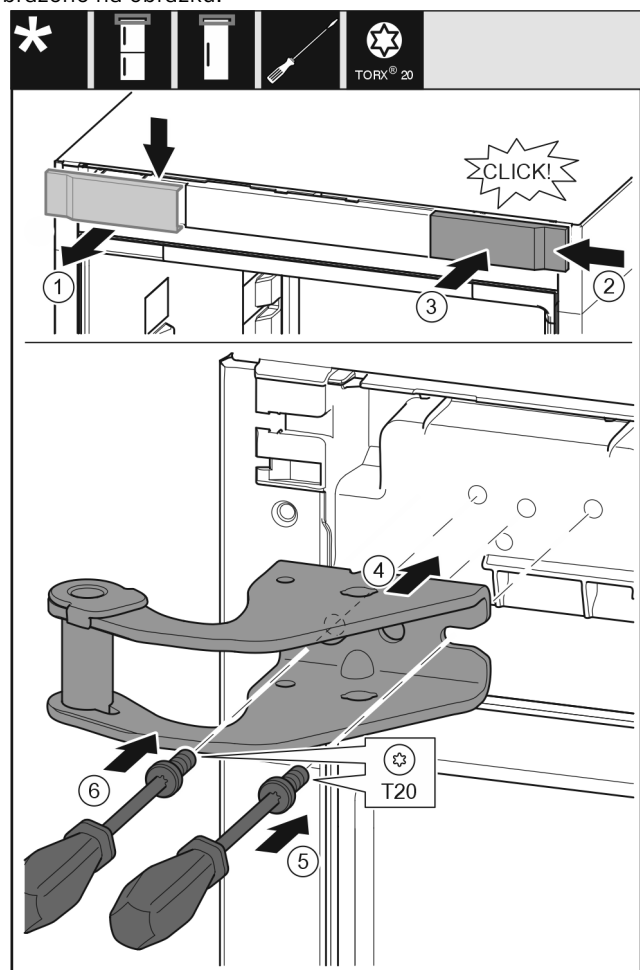

Fig. 31
- Odoberte kryt zhora dopredu. Fig. 31 (1)
- Kryt zaveste na druhú stranu sprava otočený o 180°. Fig. 31 (2)
- Kryt zaklapnite. Fig. 31 (3)
- Nasadte hornú ložiskovú konzolu. Fig. 31 (4)
- Skrutku nasadte a pevne zaskrutkujte skrutkovačom T20. Fig. 31 (5)
- Skrutku vložte a pevne zaskrutkujte skrutkovačom T20. Fig. 31 (6)